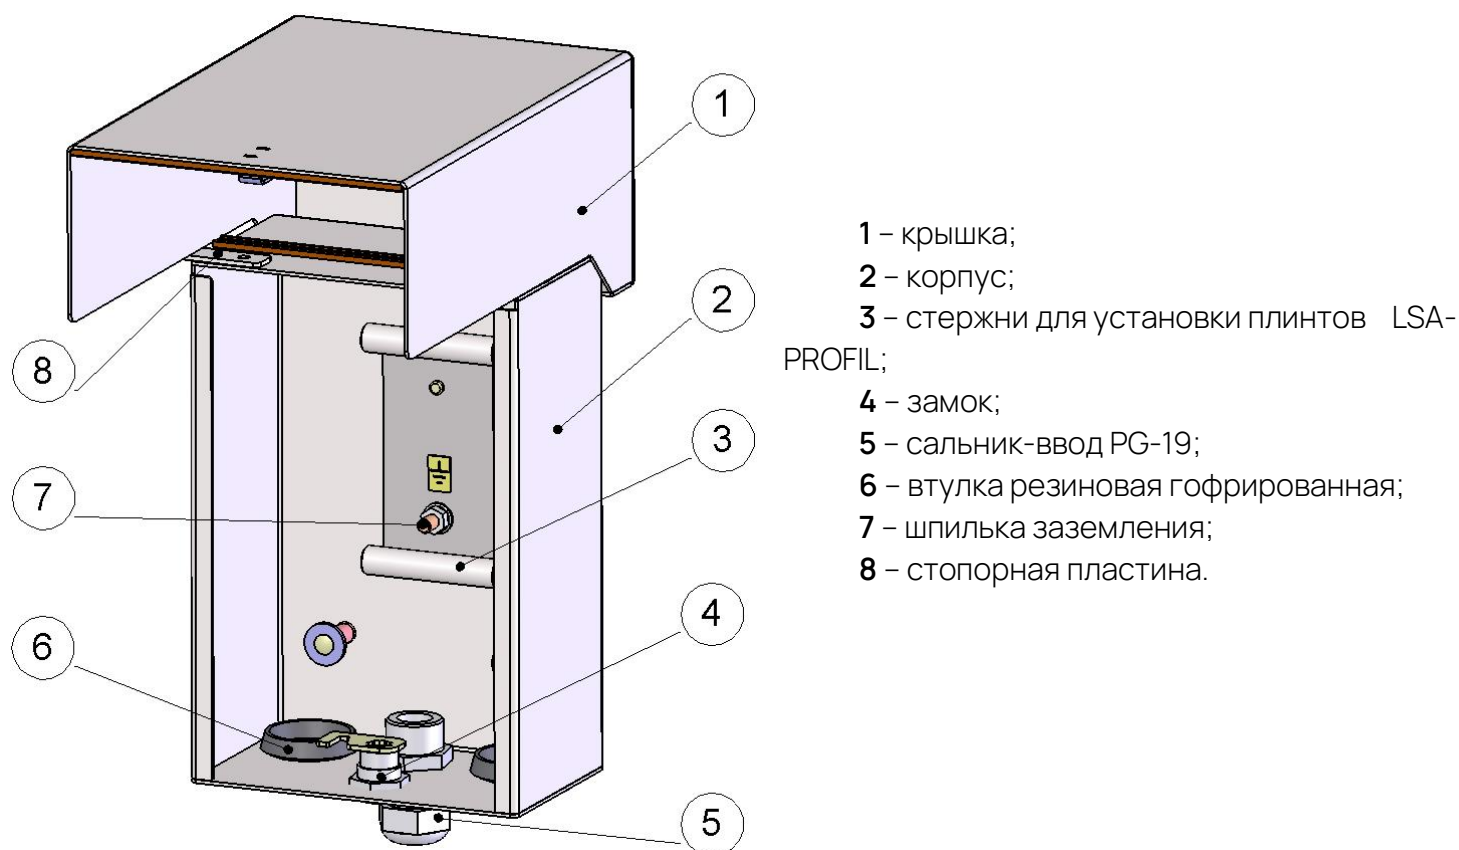

Рис.1 Общий вид ЯКГР
1.5. Конструкцией ящика (см. рис.1) предусмотрено следующее:
Экранную жилу кабеля и внешнее заземление крепить к шпильке заземления (см. рис. 1);